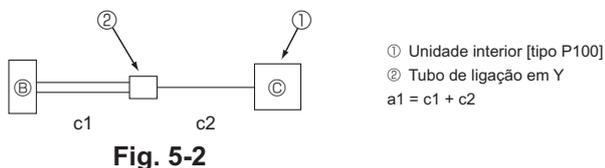

Fig. 5-2
*1 Embora sejam utilizados dois tubos de refrigerante entre a caixa de derivação e o tubo de ligação em Y na ligação da unidade interior P100, calcule os comprimentos dos tubos utilizando apenas o comprimento de um tubo. (Fig. 5-2)